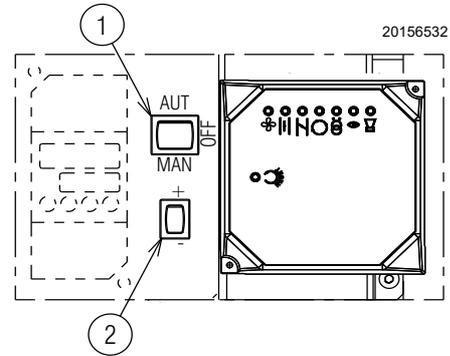

Fig. 30
Posicionar el selector 1)(Fig. 30) en la posición "MAN".
- colocar el interruptor 1) de la (Fig. 30) en la posición "OFF" y esperar que la caja de control ejecute la fase de apagado;
La regulación del aire se realiza variando el ángulo de la leva III) (Fig. 29) y mediante el selector 2)(Fig. 30). Para regular la leva del servomotor, consultar Fig. 33 A).
En la descripción anterior, hemos dejado el quemador encendido, funcionando a la potencia MÍN. Apretar ahora el pulsador 2)(Fig. 30 en la pág. 28) "aumento de potencia" y mantenerlo apretado hasta que el servomotor haya abierto el registro del aire y la válvula de mariposa del gas.
La regulación del aire se realiza variando el ángulo de la leva I) (Fig. 29 en la pág. 27) y mediante el selector 2)(Fig. 30 en la pág. 28). Para regular la leva del servomotor, consultar Fig. 33 A).
Presionar el pulsador 2)(Fig. 30 en la pág. 28) “Disminución potencia” y mantenerlo presionado hasta que el servomotor alcance (Fig. 33 B) la regulación de fábrica: Ver Tab. K en la pág. 27 regulando en consecuencia el registro de aire 5) y la válvula de mariposa del gas 4)(Fig. 32 en la pág. 29).
La regulación del aire se realiza variando el ángulo de la leva III) del servomotor (Fig. 29 en la pág. 27) y mediante el selector 2) (Fig. 30 en la pág. 28). Para regular la leva del servomotor, consultar Fig. 33 A).
Después de haber regulado la potencia máxima y mínima del quemador, se realiza la regulación del aire en varias posiciones intermedias del servomotor. El paso de una posición a la siguiente se obtiene manteniendo apretado el pulsador 2) en el símbolo (+) o (-) (Fig. 30 en la pág. 28). Presionar apenas el pulsador 2)(Fig. 30 en la pág. 28) “Aumento potencia” de modo que el servomotor gire aproximadamente 20°, ver la escala graduada del servomotor Fig. 33 B) y la escala graduada de los registros de aire 5)(Fig. 32 en la pág. 29).
Apagar el quemador desde el interruptor 1)(Fig. 30), posición OFF, liberar la leva mecánica I)(Fig. 32) para separar los engranajes del servomotor, presionando y desplazando hacia abajo el pulsador 3)(Fig. 33 D) y verificar varias veces, girando manualmente la leva mecánica I)(Fig. 32) hacia adelante y hacia atrás, que el movimiento sea suave y sin atascamientos.